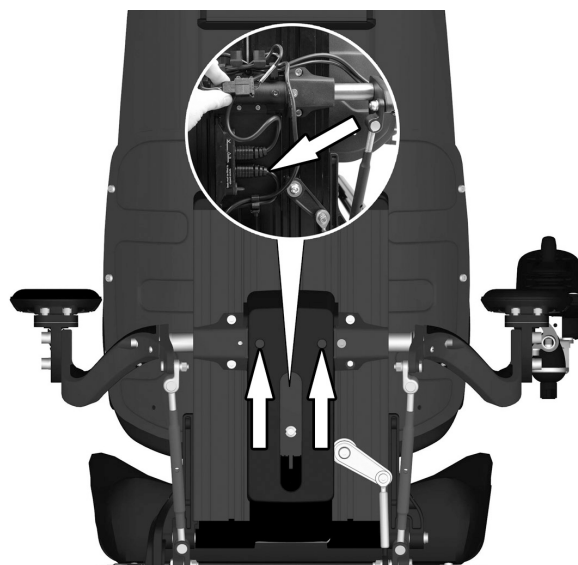

Abbildung 143. Das R-Net-Kabel vom Kontaktblock an der Rückseite der Rückenlehnen abnehmen.
5. Abdeckung auf der Rückseite der Rückenlehne abmontieren. Sie ist mit zwei Schrauben befestigt. Siehe Abbildung. 143.
6. Das R-Net-Kabel vom Kontaktblock an der Rückseite der Rückenlehnen abnehmen. Siehe Abbildung. 143. Kabel von den Leistungshaltern lösen. Für spätere Montage beachten, wie das Kabel montiert ist.